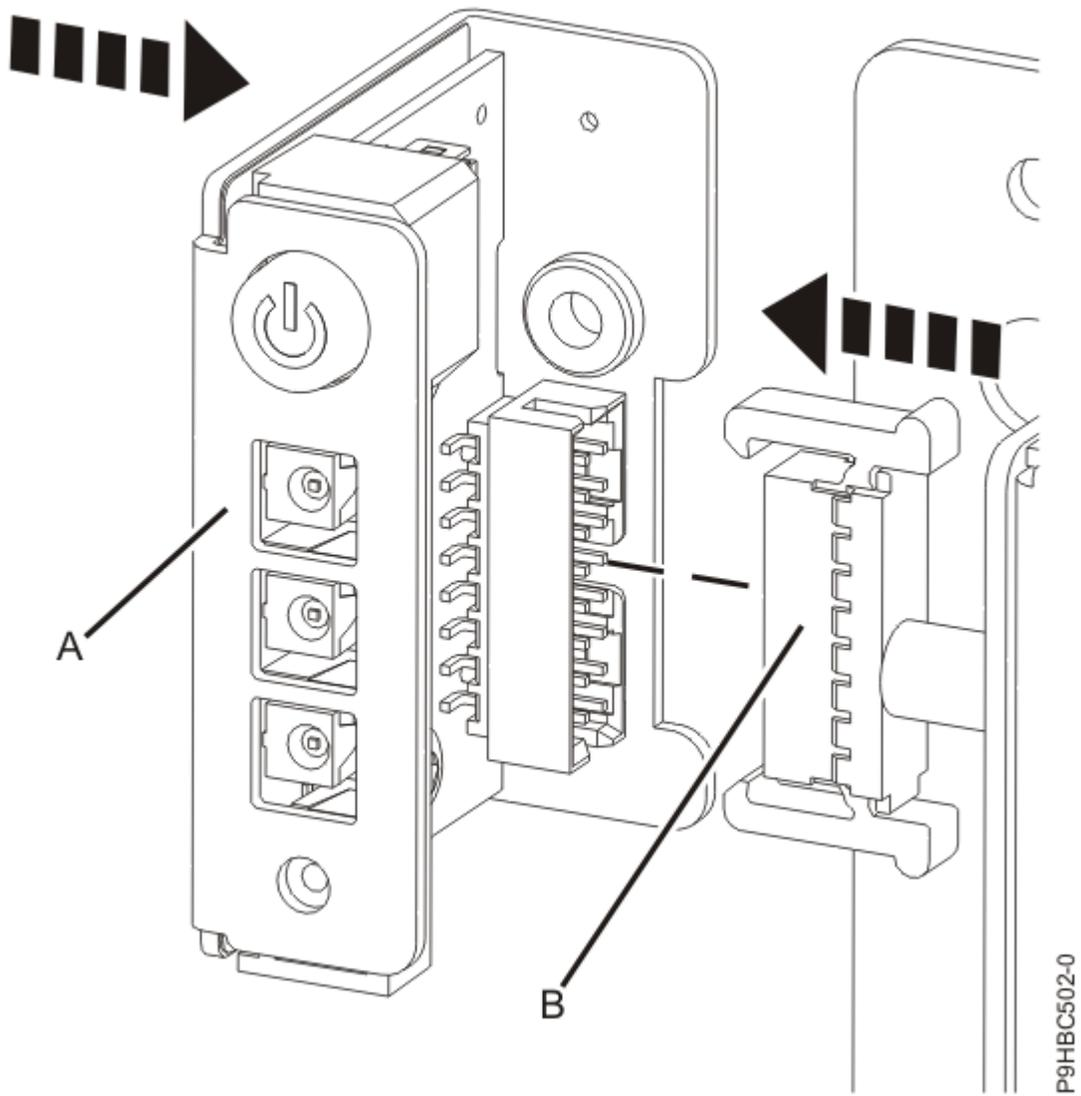
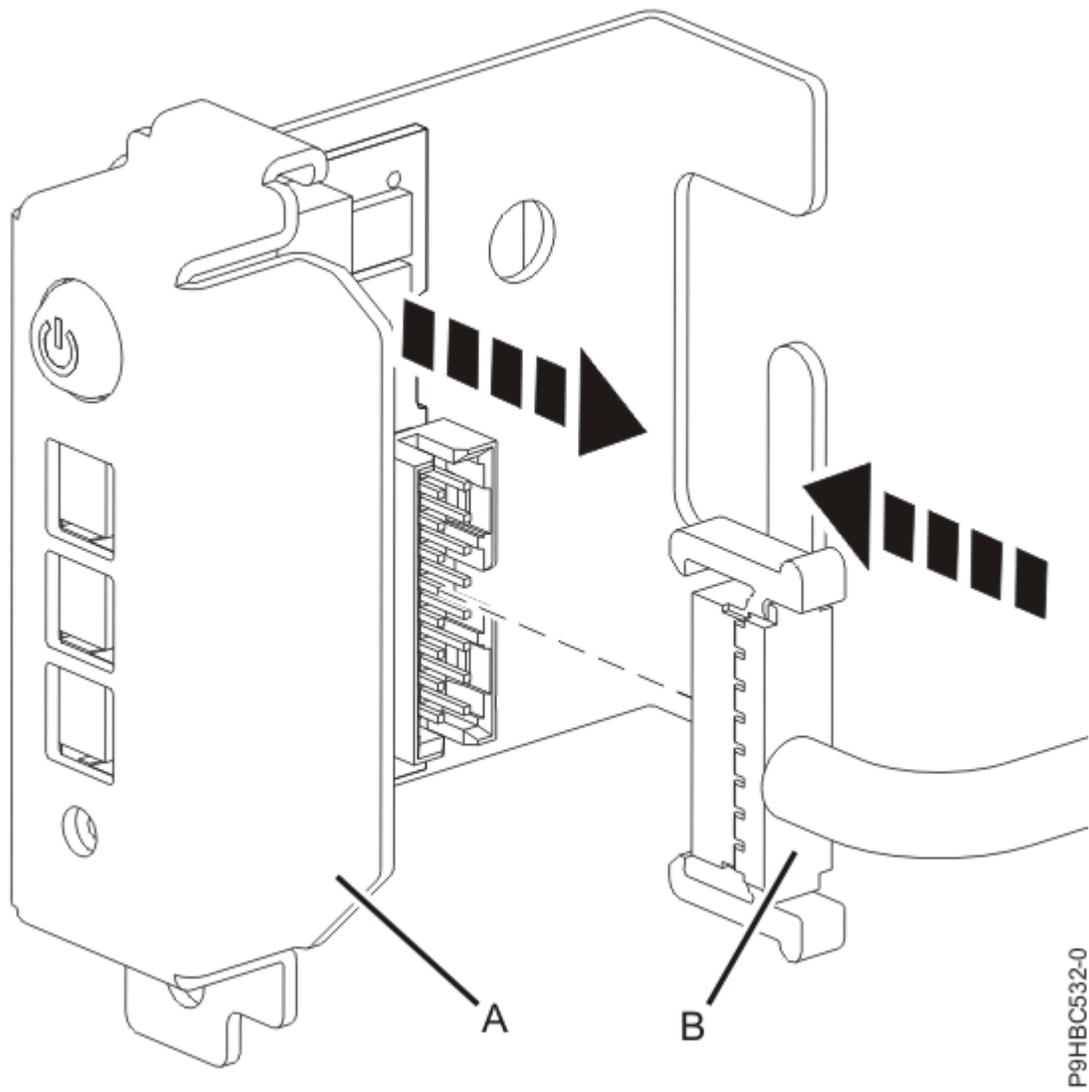

Figura 22. Conexión del panel de control y del cable para un sistema montado en bastidor
Figura 23. Conexión del panel de control y del cable para un sistema autónomo
2. Conecte el panel de control **(A)** al cable del panel de control **(B)** tal como se muestra en la Figura 22 en la página 24 o la Figura 23 en la página 25.